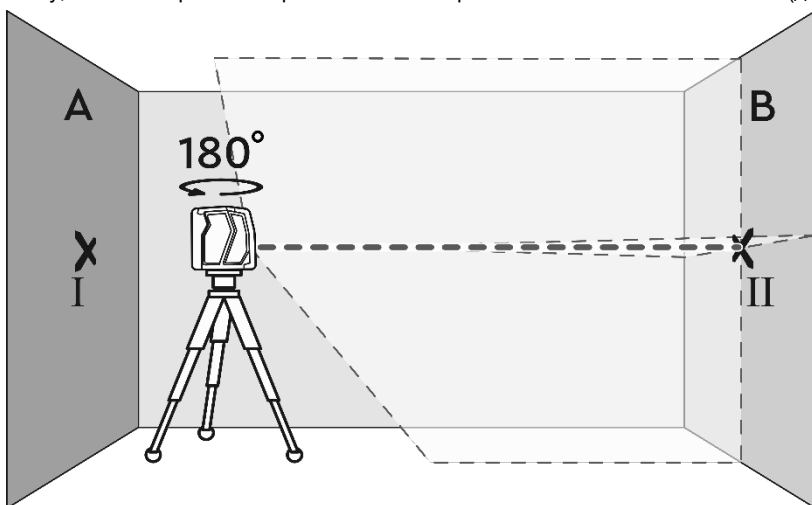

Рисунок 4
3.3.2 Спрямуйте лазер на ближчу стіну «**A**» та зачекайте, поки промінь автоматично вирівняється. Позначте точку, в якій лазерні лінії перетинаються на стіні – точка «**I**» (дивіться рисунок 4).
3.3.3 Поверніть прилад на 180° , зачекайте, поки промінь автоматично вирівняється, та позначте точку, в якій лазерні лінії перетинаються на протилежній стіні «**B**» – точка «**II**» (див. рисунок 4).